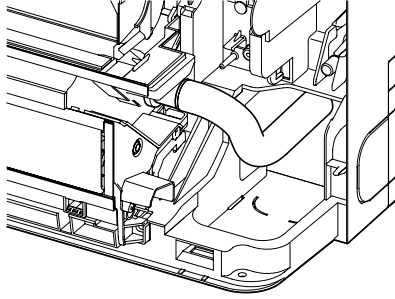

Fig. 5-4
- Tahliye hortumunu tahliye kabının tabanına yerleştirin. (Fig. 5-4)